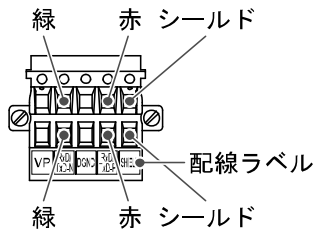

図1
- ・ 信号線は、指定のピンに必ず配線してください。(図 1 参照)